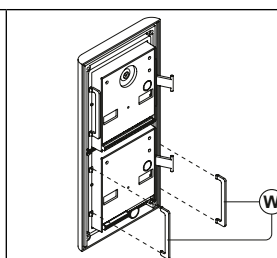

Fig. 6
Installez les butées anti-effraction (W) comme illustré sur la **Fig. 6**.